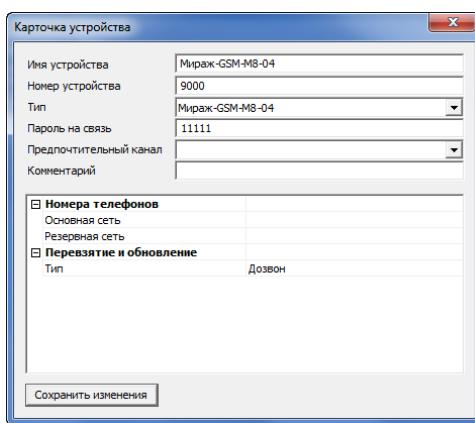

Рис. 11.6. Карточка объектового устройства в программе STEMAX Администратор.
**Пароль на связь:** пароль, необходимый для подключения контроллера к серверу STEMAX. Пароль на связь, записанный в конфигурацию контроллера, должен совпадать с паролем, внесенным в карточку объектового устройства в ПО STEMAX (Рис. 11.6).